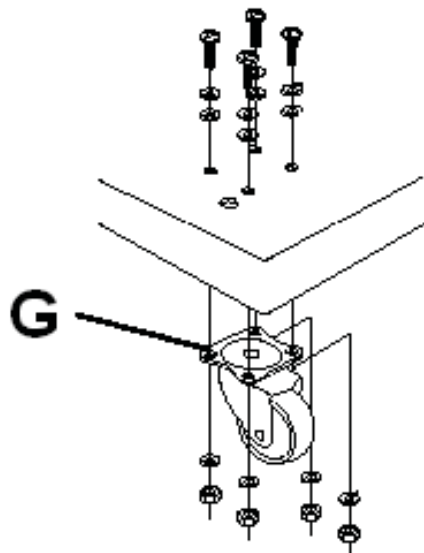

Рис. 2
- Прикрепите четыре ролика к нижней стороне основания при помощи болтов с контршайбами и гайками. (Рис.2)